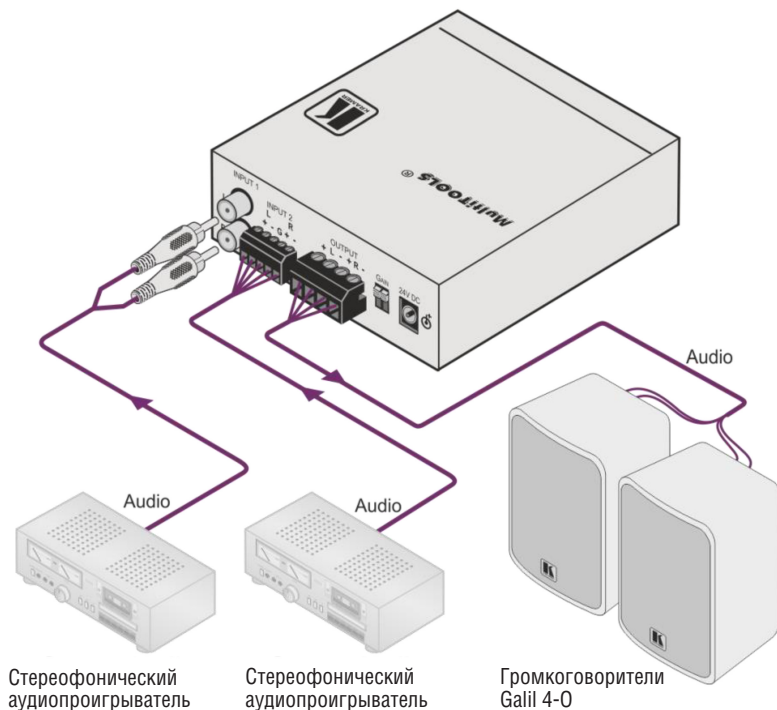

Рис. 7. Подсоединение громкоговорителя Yarden 4-С
6. Повторите шаг 5 для второго громкоговорителя (см. рис. 7).
Имеется возможность непосредственного подключения громкоговорителей к усилителю, например, к усилителю мощности / микшеру Kramer 907xl, как это показано на рис. 7: